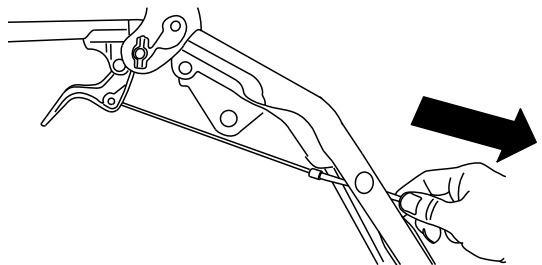

Figura 7
3. Tirate la guaina del cavo delicatamente verso il basso fino a quando la leva della frizione ruote non è abbassata ed è stato rimosso l'allentamento del cavo, poi serrate saldamente il dado del serrafilo (Figura 7).